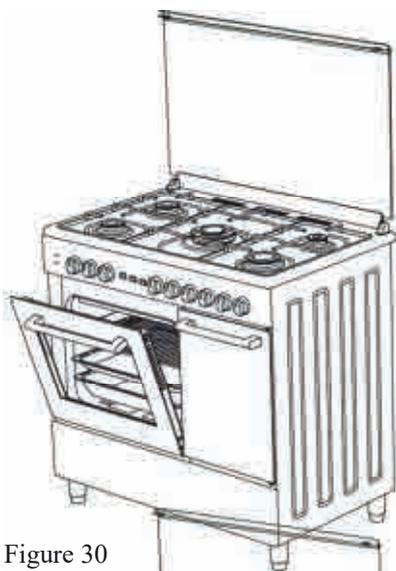

Figure 30
3. Posizionare il pannello di sicurezza sotto il cruscotto, aprendo la porta del forno (Figure 30)